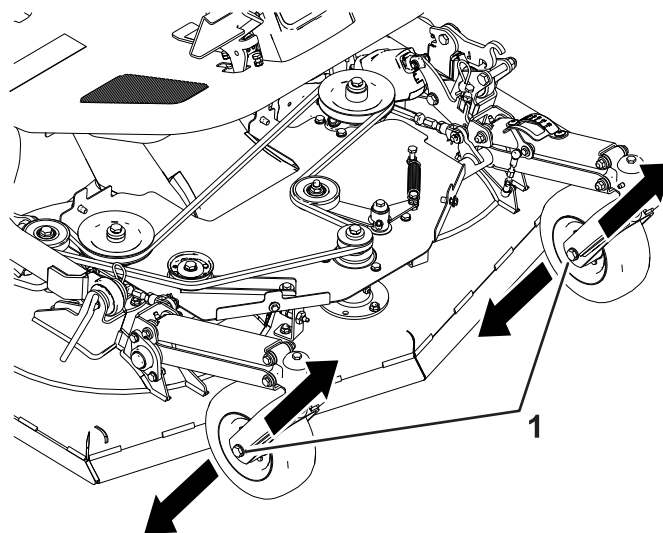

Figure 104
A. Desserrez le boulon de roue pivotante d'un côté (Figure 104).
B. Ajustez le boulon de roue pivotante dans la fente et serrez le boulon (Figure 104).